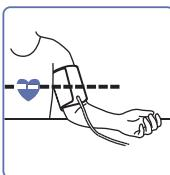

Рис. 6
- Сядьте на стул и положите руку на стол так, чтобы манжета находилась на уровне сердца (рис. 6).